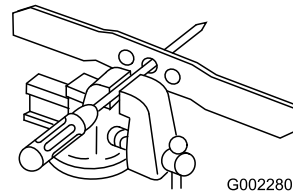

Figura 30
1. Verifique o equilíbrio da lâmina colocando o orifício central sobre um prego ou a haste de uma chave de fendas, presos na horizontal num torno (Figura 30).